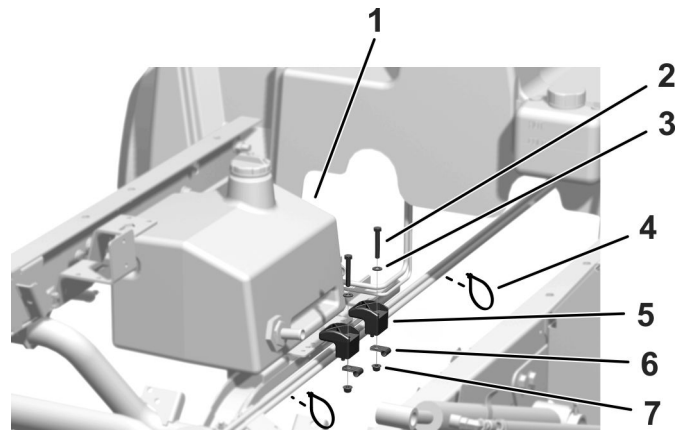

Figura 9
2. Fixe a parte inferior do depósito hidráulico à abraçadeira da estrutura com duas abraçadeiras do depósito, dois parafusos (5/16 pol. x 2 pol.), duas anilhas chatas (11/32 pol.) e duas porcas flangeadas (5/16 pol.) como se mostra na Figura 9.
3. Prenda os cabos utilizando duas braçadeiras de cabos (Figura 9).